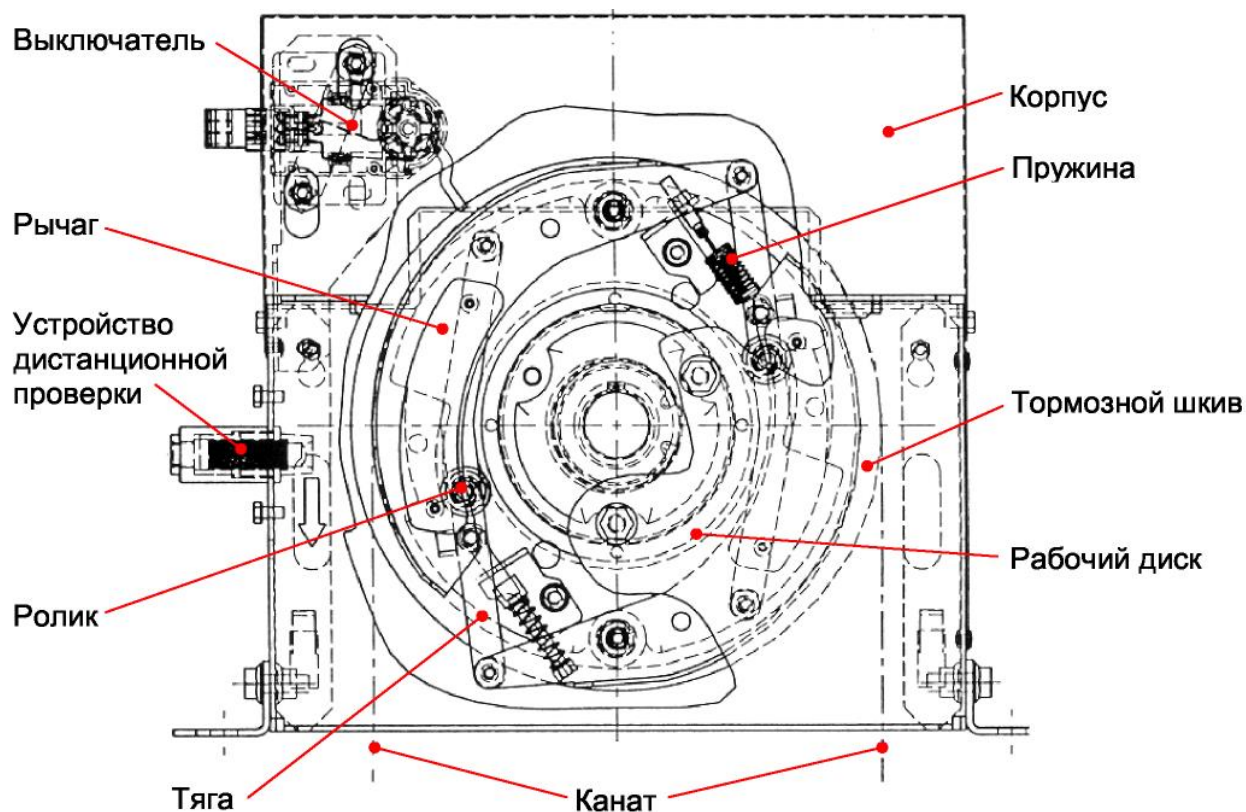

Рис. 8. Устройство ограничитель скорости
1.4.3.2. ОС состоит из закрытого крышкой корпуса, с закрепленным на нем чугунным тормозным шкивом (*рис.8*). В цапфе тормозного шкива установлен на подшипнике рабочий диск. В расточках диска на осях шарнирно закреплены два рычага. Меньшие плечи рычагов тягами соединены шарнирно с большими плечами рычагов и образуют параллелограмм. На тягах также закреплены каленые рифленные ролики. В исходном положении рычаги удерживаются пружиной. На боковой стенке корпуса закреплены несамовозвратный выключатель и устройство для дистанционной проверки ОС, при активизации которого происходит срабатывание ОС при движении кабины с номинальной скоростью.